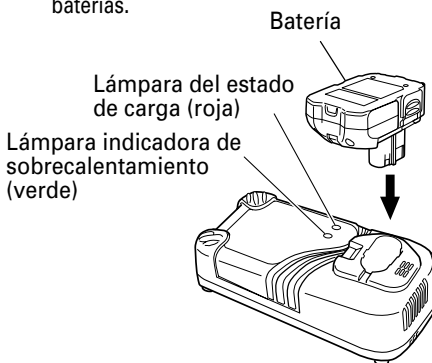

Fig. 4
2. Inserte la batería en el cargador de baterías. Inserte la batería en el cargador de baterías como se muestra en la Fig. 4. Cerciérese de que haya quedado en contacto con la base del cargador de baterías.